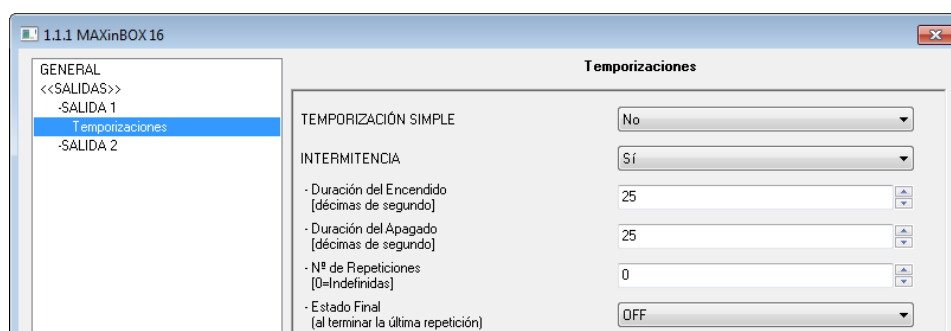

Figura 9. Temporizaciones: intermitencia
- **Intermitencia** (ver Figura 9). Permite la ejecución de secuencias de encendidos y apagados intermitentes, parametrizando para ello una duración para el encendido y otra para el apagado, así como el número de veces que esta secuencia de encendidos y apagados se repetirá (si en el parámetro “Número de repeticiones” se elige el valor 0, la secuencia se repetirá indefinidamente, hasta que llegue una orden de apagado de la intermitencia, “[SX] Intermitencia=0”). También se puede definir el estado en que quedará la salida al terminar la última repetición (puede elegirse entre salida apagada o encendida).